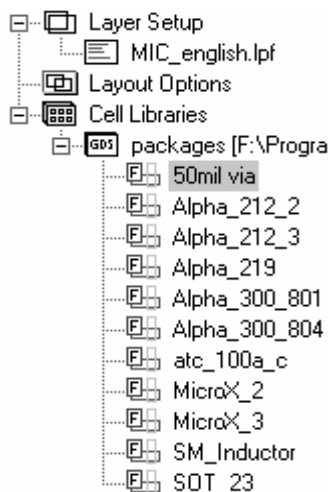

Рис. 2.34
4. Выделите файл **packages.gds** и нажмите **Открыть**. Откроется окно **Warning: Different Database Unit** (Предупреждение: Модуль различной базы данных). В этом окне сообщается, что некоторые пункты в этой библиотеке будут сокращены в текущем модуле базы данных при выполнении рисунка или сохранении в файле и перечисляются элементы из базы данных. Нажмите **ОК**. Импортированная библиотека будет отображена в окне менеджера топологии, как показано на рис. 2.34.